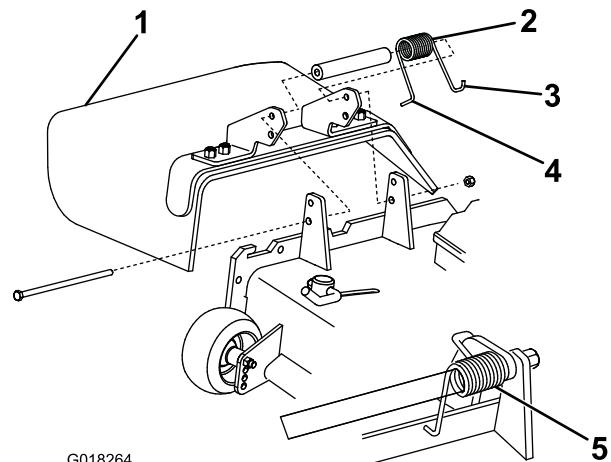

図 2
- スプリングの右側のJフックを、デフレクタに引っ掛ける（図 2）。